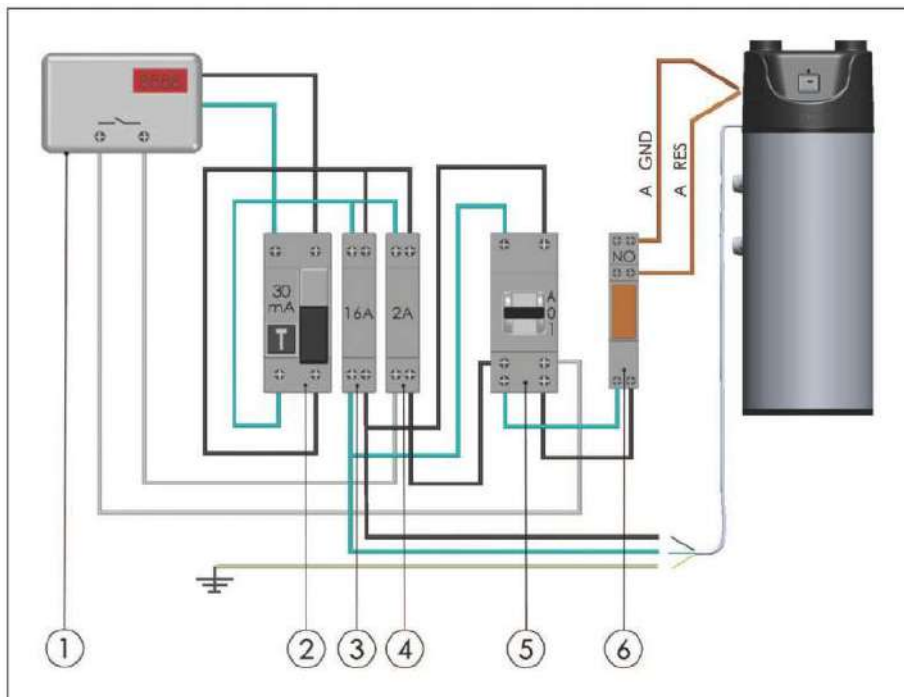

Fig. 15
FUNZIONE ON/OFF PER ATTIVAZIONE RESISTENZA DA CONTATTO ESTERNO (fig. 15)
Nello schema esemplificativo (fig. 15), il Contattore Giorno/Notte (5), riceve l'informazione circa la convenienza della tariffa, direttamente dal Contatore Generale d'energia (1), e tramite il Relè (6) agisce sul contatto **RES-GND** presente su scheda.
REMOTE ON OFF FUNCTION FOR ELECTRICAL HEATER (fig. 15)
In the illustrative diagram (fig. 15), the Day / Night Contactor (5) receives the information about the convenience of the tariff, directly from the General Energy Meter (1), and through the Relay (6) it acts on the **RES-GND** contact. present on the board.